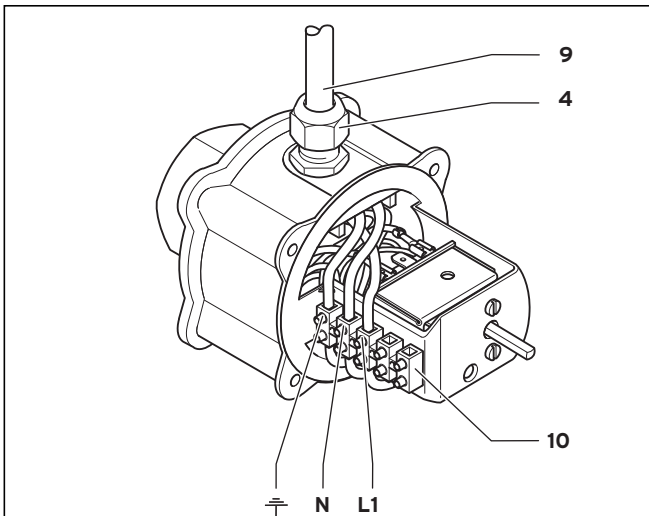
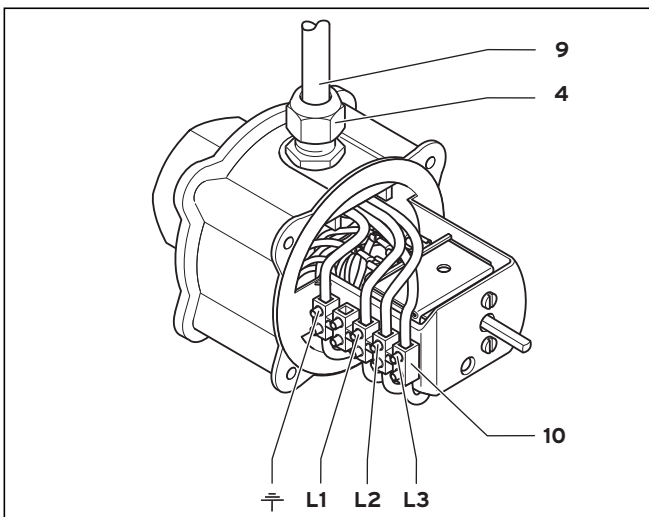

Fig. 2 Instalación eléctrica del calentador eléctrico de inmersión 230 V
Fig. 3 Instalación eléctrica del calentador eléctrico de inmersión 400 V
- Extraiga el botón del regulador de ajustes (2).
- Suelte los 4 tornillos de cabeza hexagonal (1).
- Retire la tapa de la carcasa (3).
- Fije el cable (9) que debe instalar el propietario con la unión roscada armada (4).
- Atornille el cable (9) en función de la ejecución, según fig. 2 (230 V) o fig. 3 (400 V) a la regleta de bornes (10).
- Coloque la tapa de la carcasa (3) y fíjela con 4 tornillos de cabeza hexagonal (1).
- Encaje el botón en el regulador de ajustes (2).